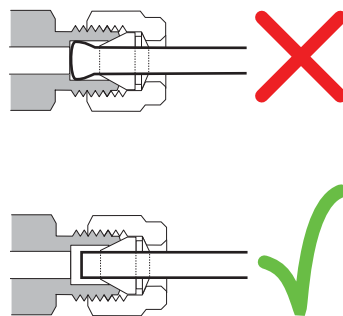

Figura 22 Conexión finalizada
- 10** En la Figura 22 se muestran conexiones correcta e incorrectamente ensambladas. Observe que el extremo de la tubería en una conexión correctamente ensamblada no está aplastado y no interfiere en la acción de las férrulas.